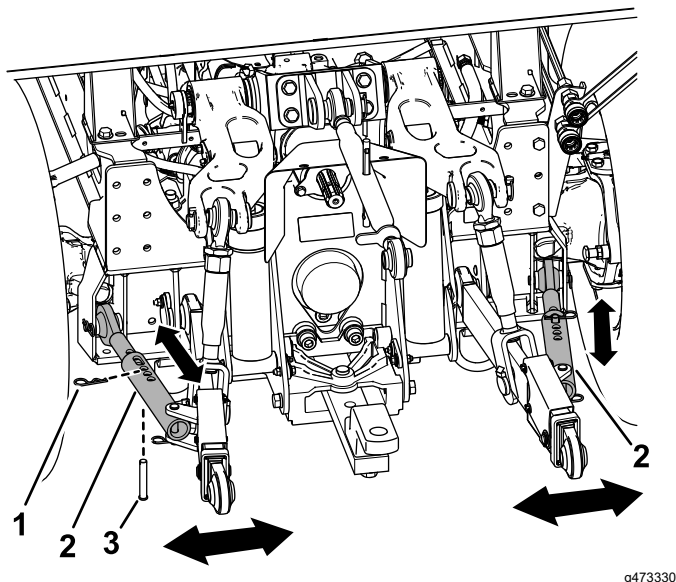

Figure 25
1. Retirez la goupille fendue et l'axe de chape sur chaque tige anti-oscillation (Figure 25).
2. Sortez plus ou moins la tige anti-oscillation jusqu'à ce que l'outil soit de niveau (Figure 25).
3. Une fois le réglage effectué, fixez la tige anti-oscillation avec la goupille fendue et l'axe de chape (Figure 25).